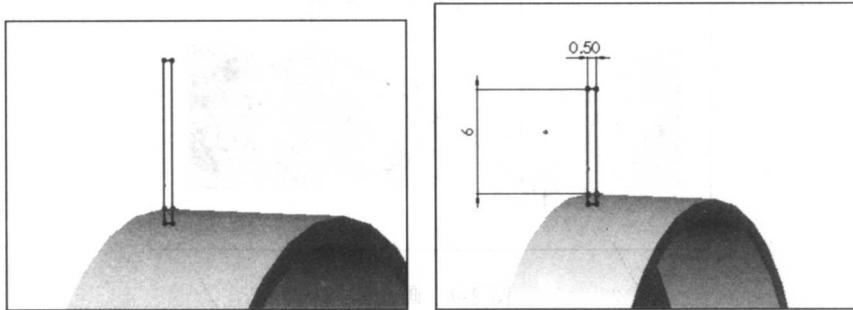

图 2-12 画矩形
STEP⑩ 以新建基准面为绘图基准平面，绘制如图 2-12 所示的矩形，并标注尺寸。